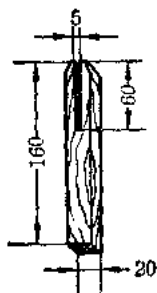

图 2
2. 做木架子 i. 用 $160 \times 80 \times 20$ (毫米)³ 两条木条按图 2 各锯出长 60 毫米、宽 5 毫米长凹口备用。